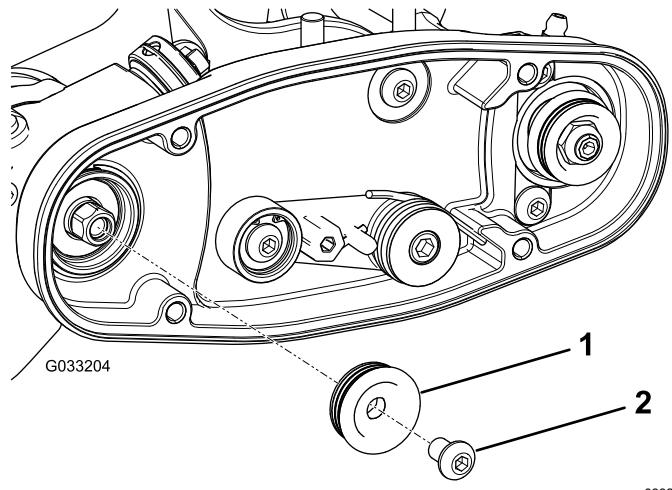

图 11
2. 把驱动皮带轮安装到疏草刀轴上 图 11。
3. 为六角驱动螺栓涂抹 242 乐泰胶蓝色并使用该螺栓将皮带轮固定到驱动轴上请参阅 图 11。